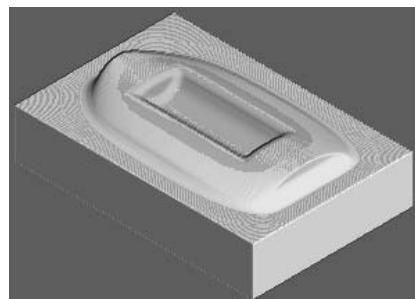

图 3-98 仿真加工结果 5
2) 在“仿真”工具栏的“当前刀具路径”下拉列表中选择要模拟的刀具路径 finish4，然后单击“执行”按钮，系统开始自动仿真加工，仿真加工结果如图 3-98 所示。